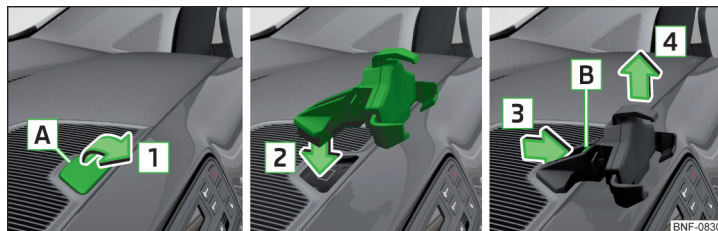

Fig. 76 Aftagning af afdækning / Fastgørelse af adapter / Aftagning af adapter
- Sæt eksempelvis en mønt ind i udskæringen (A), og klap afdækningen op i pilens retning (1) » Fig. 76.
- Sæt adapteren ind i åbningen i instrumentpanelet, og tryk den ind i pilens retning (2), indtil du kan høre, at den går i hak.
- Tryk udløserknappen (B) i pilens retning (3), og tag adapteren af i pilens retning (4) » Fig. 76.